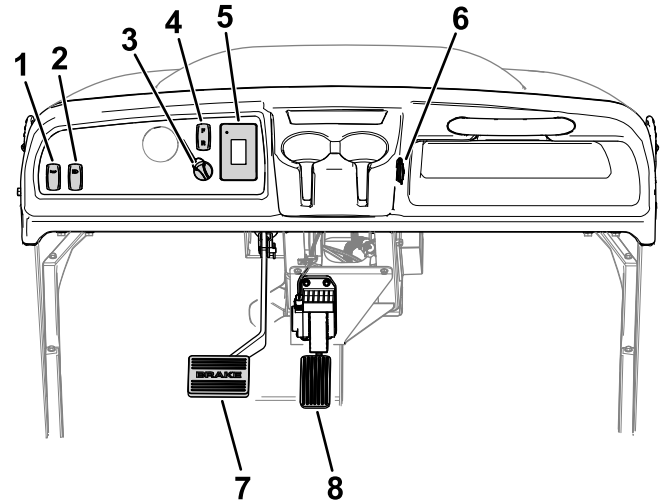

Figure 5
**Remarque:** Le volant n'est pas représenté sur la Figure 5 pour plus de clarté.
Le sélecteur de direction (Figure 5) a 2 positions : MARCHE AVANT et MARCHE ARRIÈRE.
Appuyez sur cet interrupteur (Figure 5) pour actionner l'avertisseur sonore.
L'interrupteur (Figure 5) permet d'allumer les phares. Appuyez sur le haut de l'interrupteur pour allumer les phares. Appuyez sur le bas de l'interrupteur pour éteindre les phares.
Cette prise USB (Figure 5) permet d'alimenter des appareils mobiles.
Utilisez le commutateur d'allumage (Figure 5) pour démarrer ou arrêter le moteur, ou pour sélectionner le mode TRANSPORT.